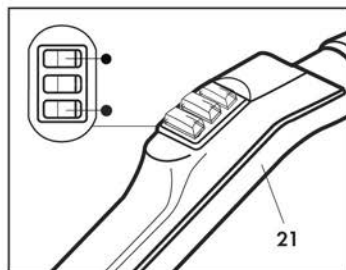
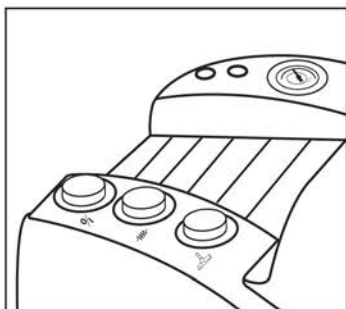

Fig. 14
Fig. 15
Pour arrêter l'appareil débrancher les interrupteurs de commande de la vapeur et de l'aspiration placés sur la poignée (21) (Fig. 14); débrancher les interrupteurs placés sur l'appareil (Fig. 15) et débrancher la fiche de la prise de courant.